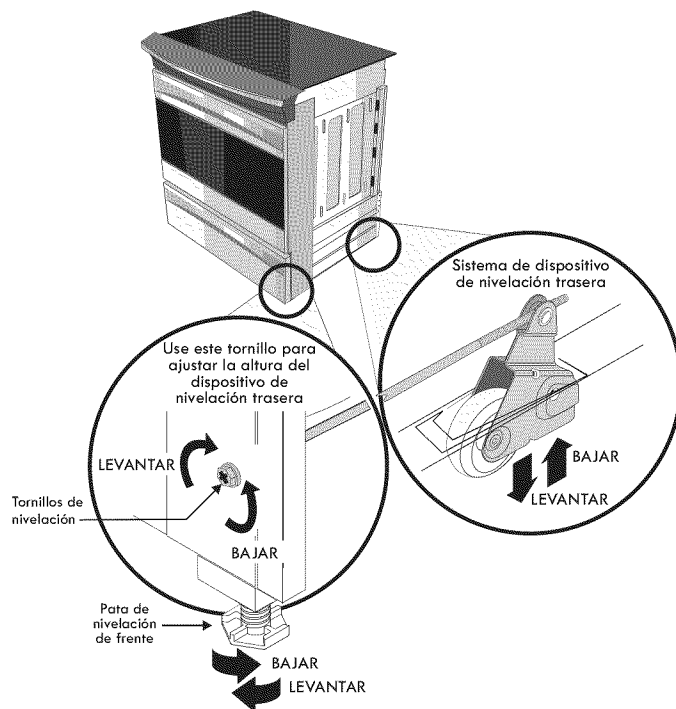

Figura 9
2. Baje el aparato, las patas de nivelación alternamente, hasta que la parte baja de la superficie de cocción repose sobre el mostrador (figura 9).